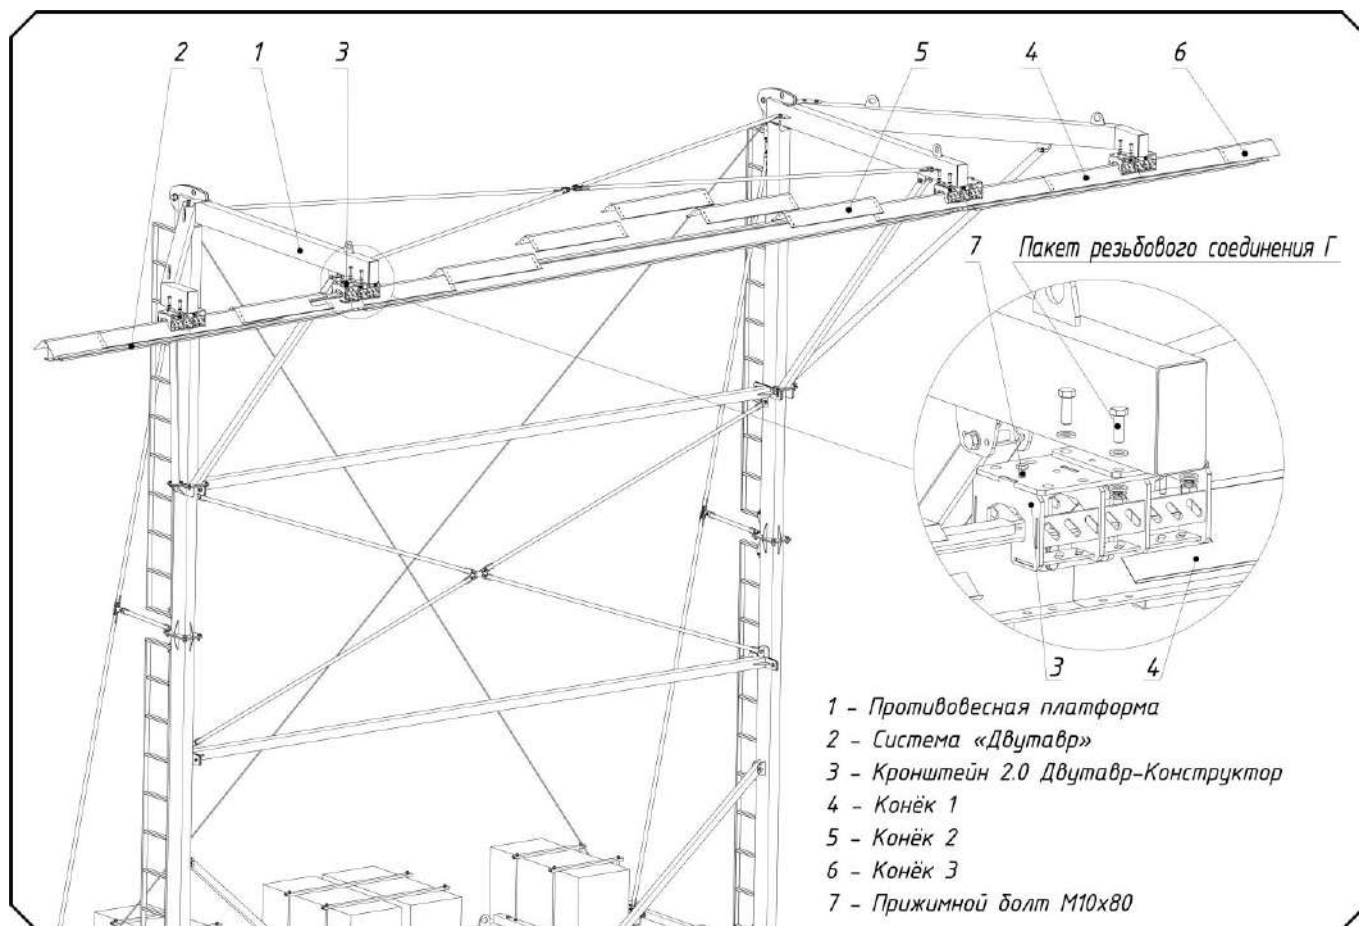

Рис. 8 Установка направляющих на противовесную платформу
- 2) Установить направляющие системы «ДВУТАВР» поз. 2 в собранном состоянии (см. п. 10.2), вдвинув их в кронштейны поз. 3. Симметрично позиционировать направляющие системы «ДВУТАВР», относительно центральной оси симметрии противовесной платформы СОБ «Конструктор» (см. рис. 8).
- 4) Смонтировать козырёк системы «ДВУТАВР», закрепив на ней детали поз. 4, поз. 5 и поз. 6 с помощью кровельных саморезов (не показано на рис. 8). Детали поз. 4, поз. 5 и поз. 6 соединить между собой с помощью заклёпочных соединений.